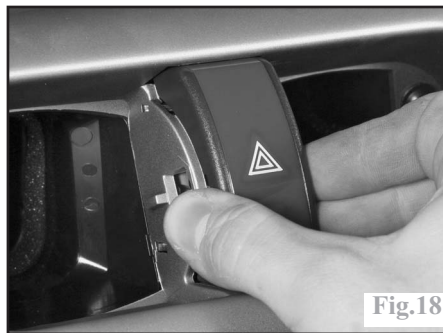

Fig.18
-le bouton de l'interrupteur de feux de détresse (Fig.18).